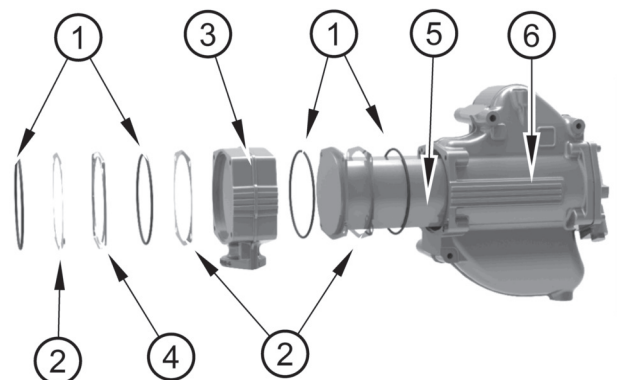

Abbildung 23
3. Die Nachkühler-Baugruppe besteht aus den in Abbildung 23 gezeigten Teilen.